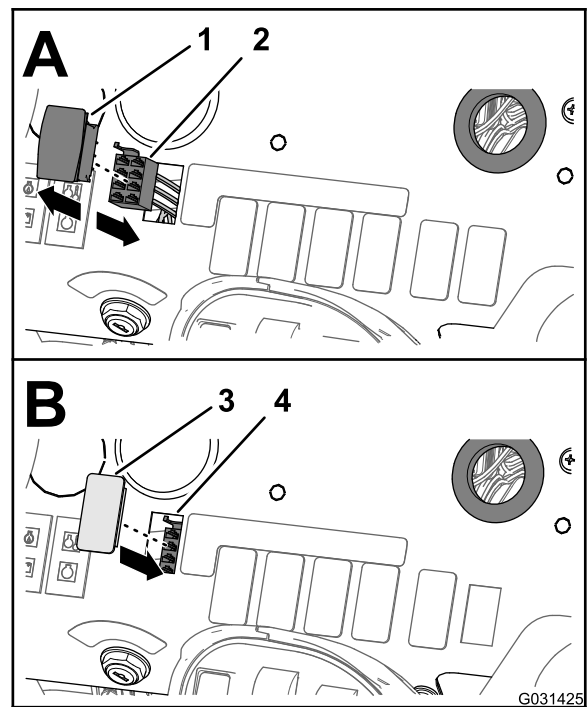

Figura 43
2. Desligue o conector de 8 tomadas da cablagem dianteira da máquina [rotulado RATE SWITCH (Interruptor da aplicação)] do conector de 8 pinos do interruptor (Figura 43).
4. Alinhe o tampão do interruptor com a abertura no painel de instrumentos de onde retirou o interruptor da aplicação (Figura 43).
5. Insira o tampão do interruptor no painel de instrumentos até o tampão ficar bem preso no painel (Figura 43).
1. Debaixo do painel de instrumentos da máquina, aperte as abas de bloqueio do interruptor de controlo da aplicação e empurre o interruptor de controlo da aplicação para fora do painel de instrumentos (Figura 43).